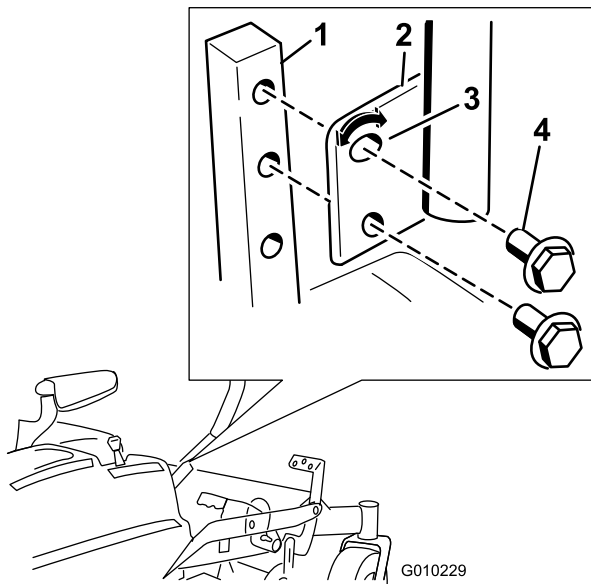

Figura 29
1. Togliete i due bulloni che fissano la leva di comando all'albero del braccio di controllo (Figura 29).
2. Spostate la leva di comando nella serie di fori successiva. Fissate la leva con i due bulloni (Figura 29)
(Figura 29). Serrate entrambi i bulloni per fissare il controllo nella nuova posizione.